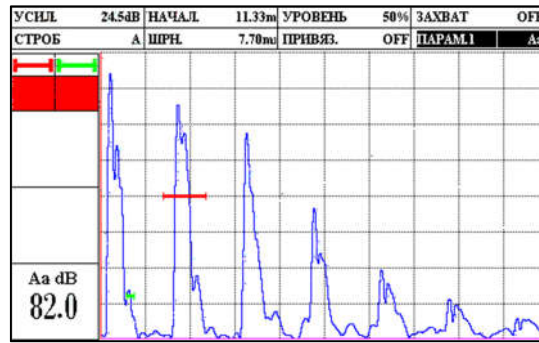

Рисунок 2.34 – Включение отображения значения амплитуды сигнала в зоне А
6. В группе настроек «ЗОНЫ» - «ПАРАМ. 1» включить отображение значения амплитуды сигнала в зоне А – Аа (рис. 2.34).